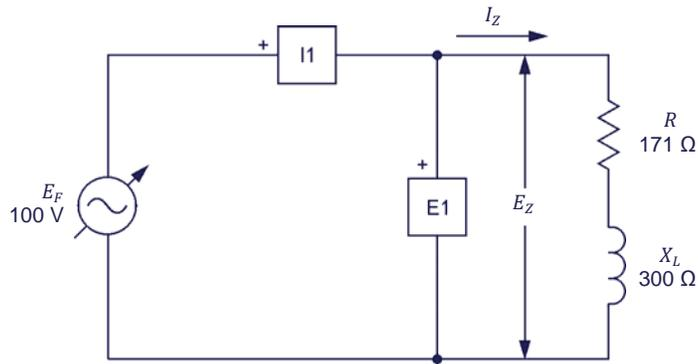

Figura 2-18. Circuito ca serie con un resistor y un inductor.
25. Monte el circuito mostrado en la figura 2-18.